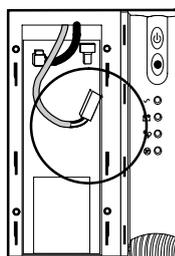

Figura 4 Cómo Extraer la Etiqueta de Protección
- 4 Retirar la etiqueta de protección del conector de la batería interna (consulte Figura 4).